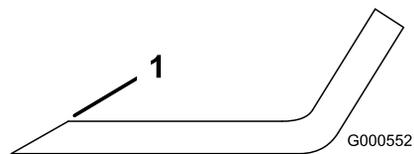

Figure 50
1. Au moyen d'une lime, aiguiser les tranchants aux deux extrémités de la lame (Figure 50).
Remarque: Si la lame est déséquilibrée, limez un peu l'extrémité de la partie relevée seulement (Figure 50).